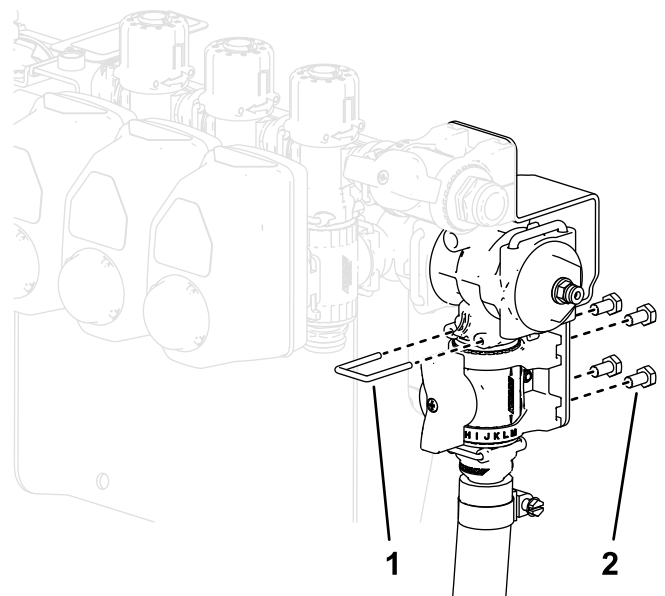

图 32
14. 使用随附的卡环将带有直通接头的控制阀总成连接至 T 形歧管的底部图 32。
15. 用 4 个螺栓 (M6) 将控制阀总成安装到控制阀支架顶部如图 32 所示。